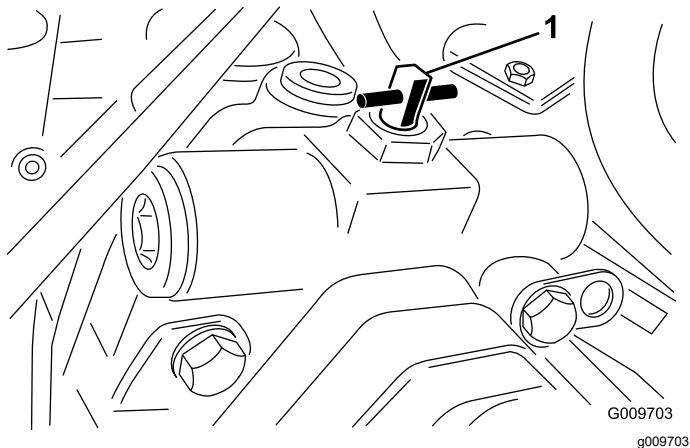

Рисунок 101
7. Откройте буксировочный перепускной клапан насоса тягового привода, повернув его на 90° (1/4 оборота) в любом направлении (Рисунок 101).
2. Откройте буксировочный перепускной клапан насоса тягового привода, повернув его на 90° (1/4 оборота) в любом направлении (Рисунок 101).